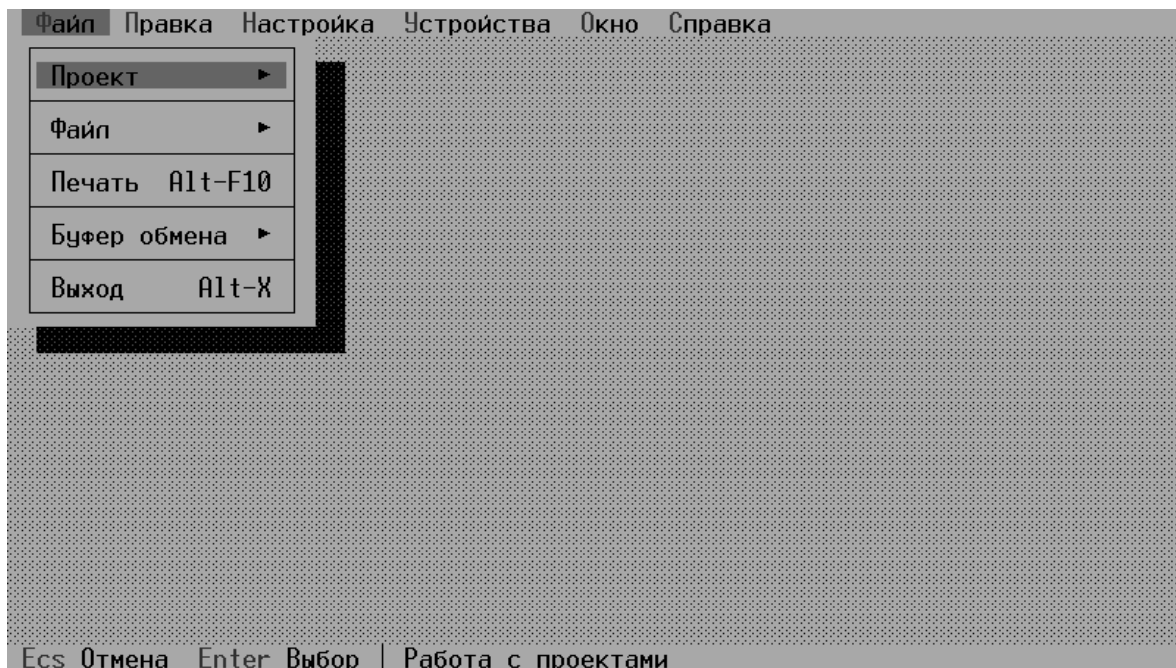

Рис. 2. Меню **Файл** программы.
С помощью меню **Файл** (см. рис.2) можно произвести следующие действия:
- вывести на печатающее устройство (или в файл) содержимое буферов обмена (опция **Печать** или комбинация кнопок клавиатуры **<Alt-F10>** см. рис.2);